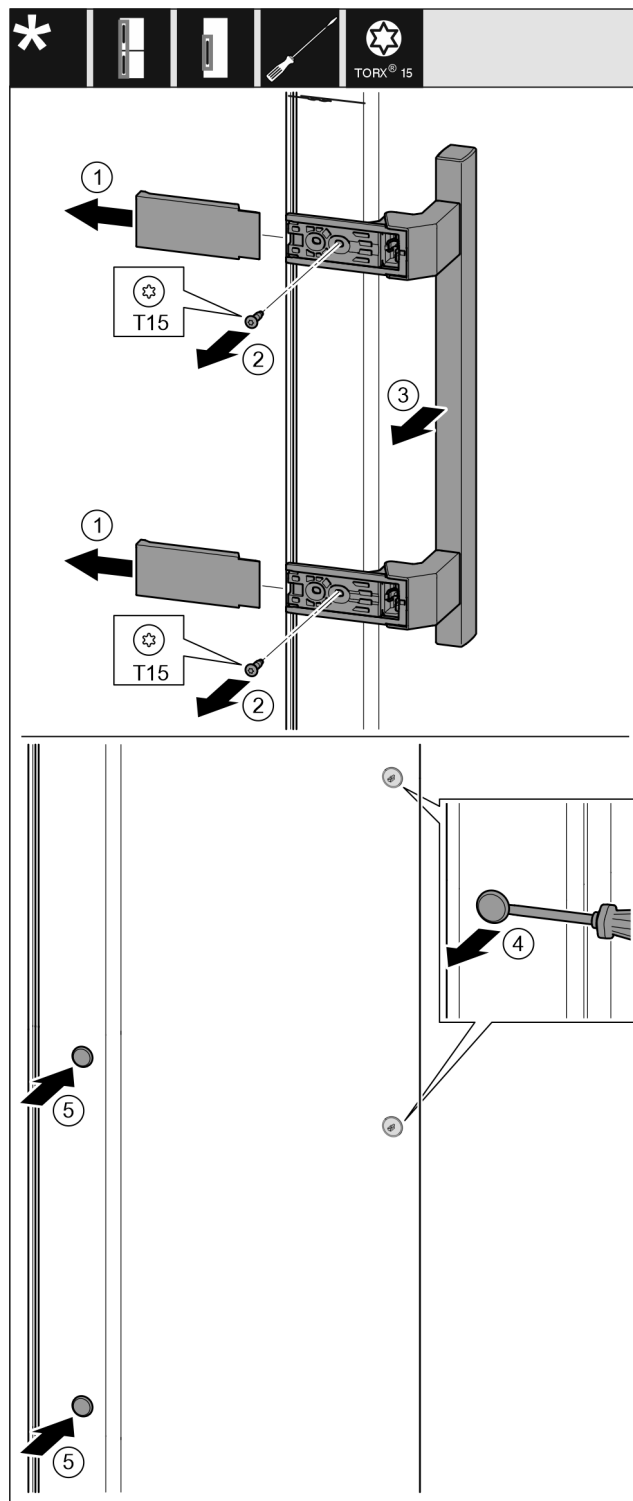

Fig. 19
- Trek de afdekking eraf. Fig. 19 (1)
- Draai de schroeven los met een Torx 15-schroevendraaier. Fig. 19 (2)
- Verwijder de handgreep. Fig. 19 (3)
- Til de zijplug voorzichtig op met een platte schroevendraaier en trek hem eruit. Fig. 19 (4)
- Plaats de stekker terug aan de andere kant. Fig. 19 (5)